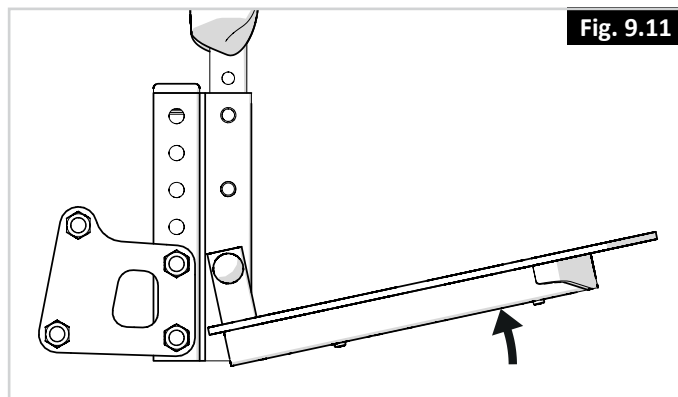

Fig. 9.11
1. Mova a placa para os pés para o ângulo pretendido (Fig. 9.11).